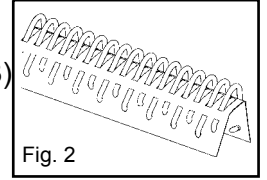

Fig. 2
2. Montaj sonras□ cikartilan (Fig. 2).